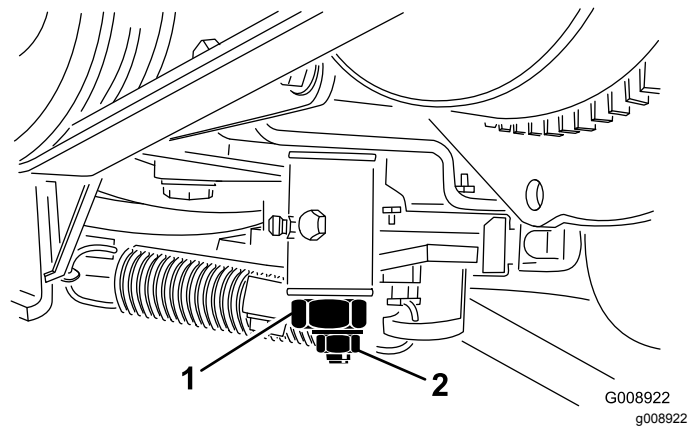

Figura 67
3. Afloje la contratuerca de la leva de ajuste de la tracción (Figura 67).